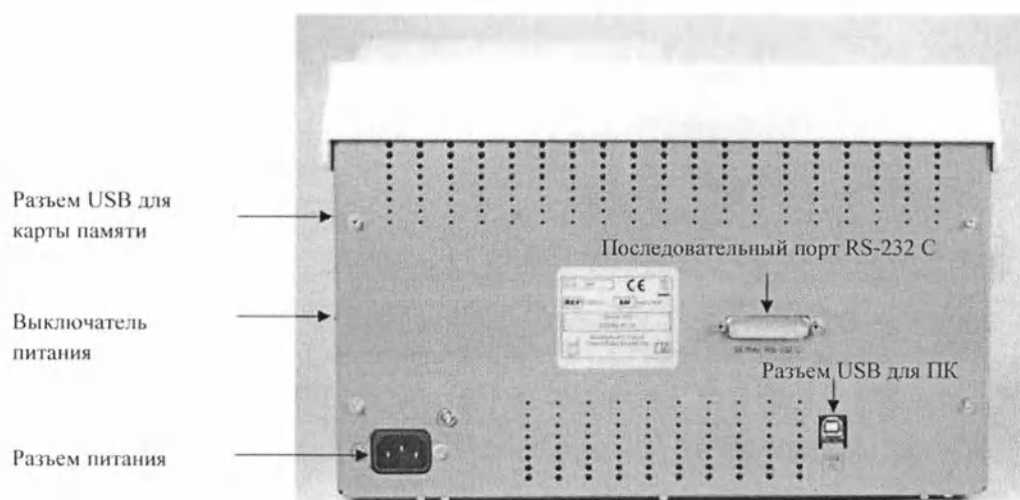

Рисунок 3-21. Подключение кабеля питания
1. Убедитесь, что выключатель питания (ON/OFF) (Рисунок 3-21), расположенный на правой панели, находится в выключенном положении (OFF) (0).
3. Подключите кабель питания к соответствующему разъему питания (Рисунок 3-21), расположенному на задней стенке прибора.